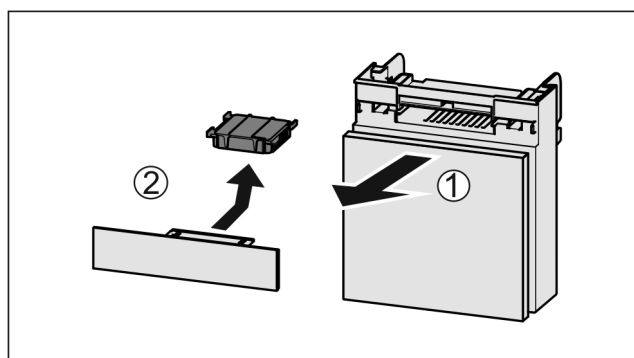

Fig. 132
- Extrageți Fig. 132 (1) compartimentul către în față.
- Scoateți Fig. 132 (2) filtrul de cărbune activ.